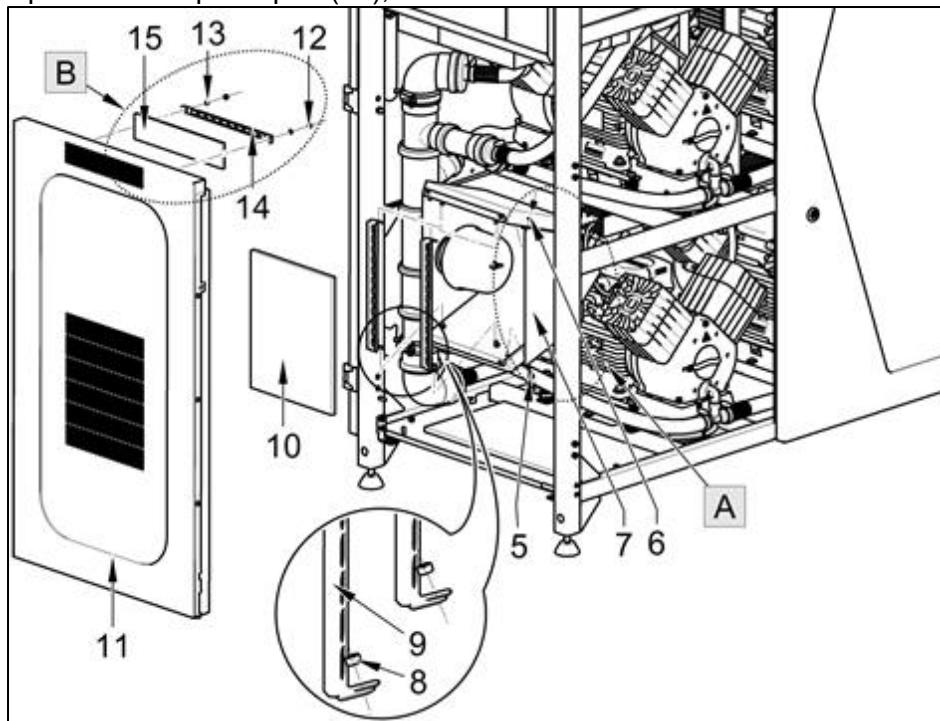

Рис. 31: Очистка/замена всасывающего фильтра компрессора
- В точке А удалите пену, 4 винта (5), шайбы (6) и снимите крышку всасывающего фильтра (7) (Рис. 31).
- Открутите 2 гайки (8) на кронштейне (9) фильтра и снимите фильтр (10).
- В точке В (на боковых поверхностях (11)) снимите 2 гайки (12), шайбы (13), кронштейн фильтра (14), а
- затем и сам фильтр (15).